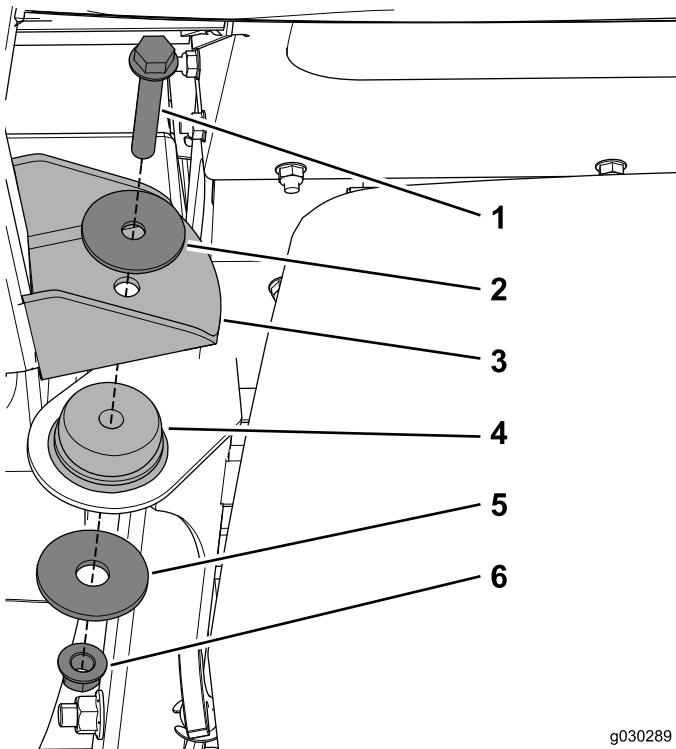

Figura 23
- Utilize um parafuso (1/2 x 3 pol.), uma anilha de encosto, uma anilha grande e a porca de bloqueio para prender a cabina às montagens posteriores na máquina (Figura 23).